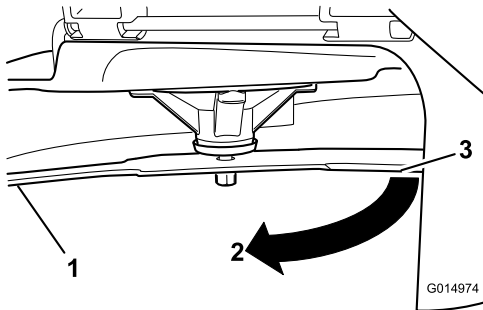

Figure 52
3. Seconde distance mesurée entre la lame et la surface (B)
4. Tournez la même lame de 180 degrés pour amener l'autre tranchant à la même position (Figure 52).